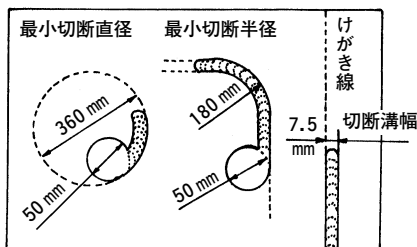

図 8
- (1) 窓抜き作業の場合には、直径 50 mm 以上の穴をあけてそこを基点としてください。(図8)